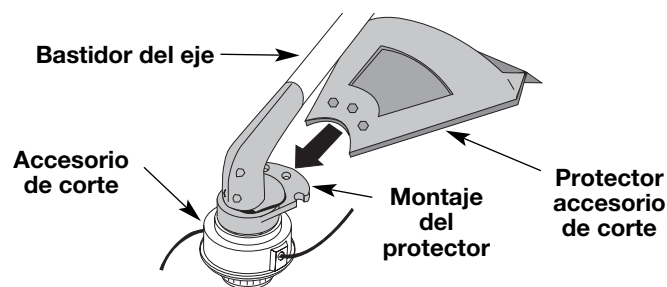

Fig. 3
1. Deslice el protector accesorio de corte en el montaje del protector sobre el accesorio de corte. Alinee los orificios de los tornillos del protector con los orificios del accesorio de corte (Fig. 3).